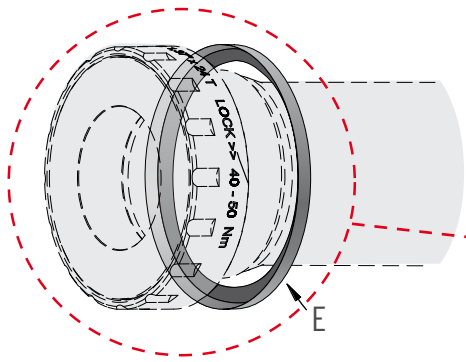

FIG. 1
MONTAGGIO CALOTTE MOVIMENTO EVO MAX (36X24 TPI ITA - 1,370X24 TPI BSC) (FIG. 1)
- Avvitare in battuta la calotta destra (A) nella scatola movimento (B), con coppia di chiusura di 45-50Nm (Fig. 1)
- Inserire i distanziali nella scatola movimento assicurandosi che l'anello compensatore (E) sia posizionato correttamente (Fig. 1) ed avvitare la calotta sinistra (C) con coppia di chiusura di 45-50Nm.